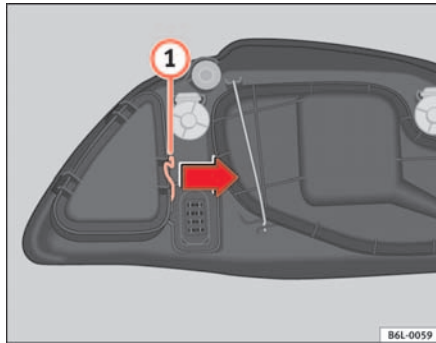

Abb. 146 Blinklicht
- Die Strebe **1** ⇒ Abb. 146 in Pfeilrichtung verschieben und den Deckel abnehmen.